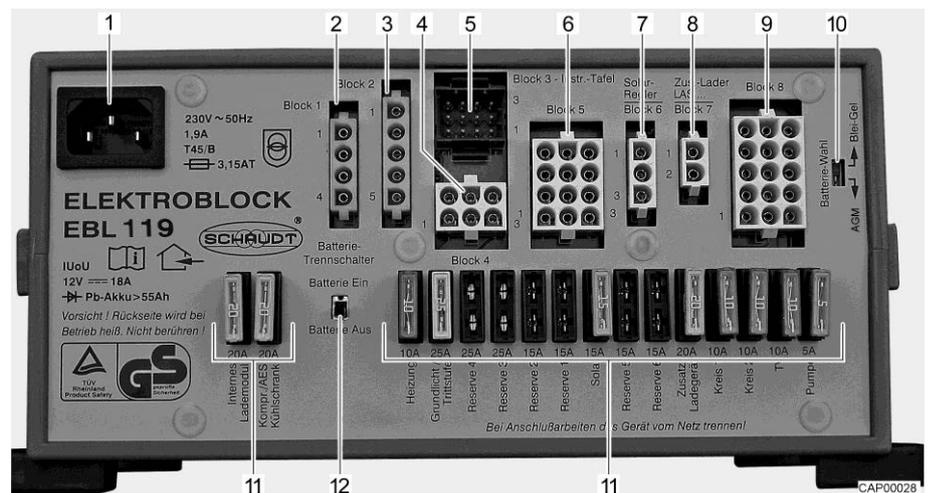

Fig. 190 Bloc électrique (EBL 119, exemple)
- ▷ Le bloc électrique EBL 99 et le bloc électrique EBL 119 sont de même construction, excepté le commutateur de sélection de batterie (Fig. 190,10).